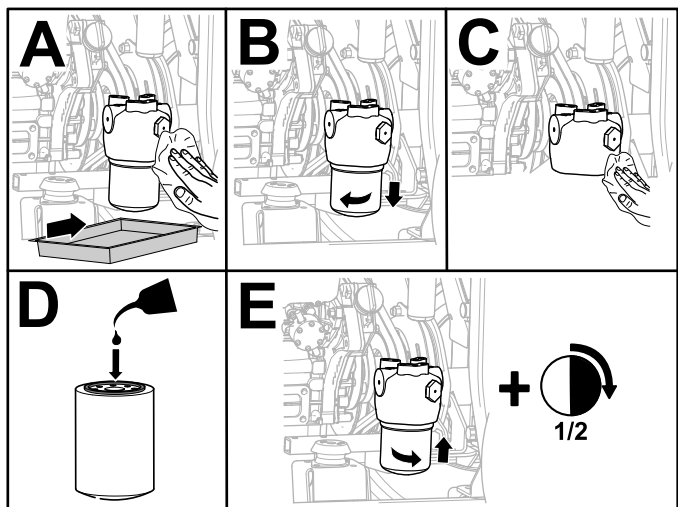

Figura 102
6. Înllocuiești filtrul hidraulic în modul indicat în Figura 102.